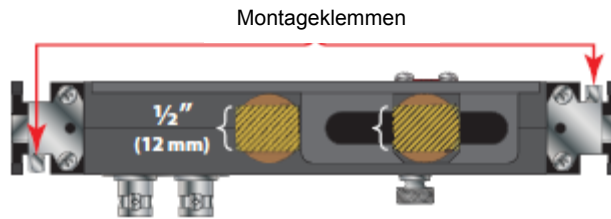

Abb. 33: Anwendung des akustischen Kopplungsgels - DTSU Sensoren
- 2) Die Montageketten um das Rohr wickeln und mit den entsprechenden Montageklammern sichern. Siehe Abb. 33.